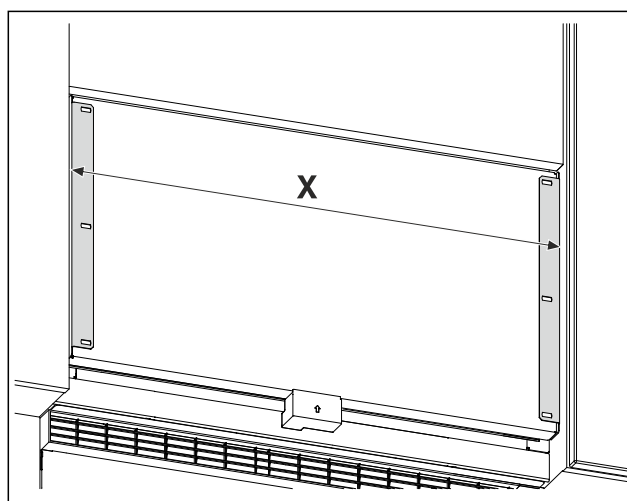

Fig. 25 Ilustrační zobrazení
- Změřte vzdálenost Fig. 25 (X) mezi vnějšími hranami přídržných úhelníků.